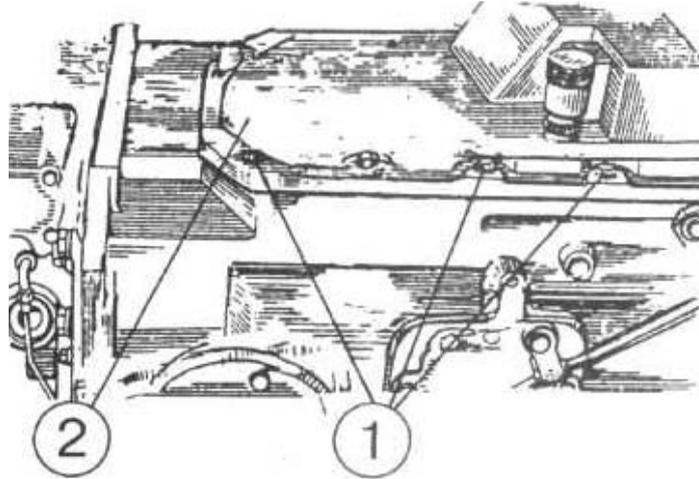

Рисунок 4.24
1) отверните болты (1) (рисунок 4.24), снимите крышку (2) управления КП;